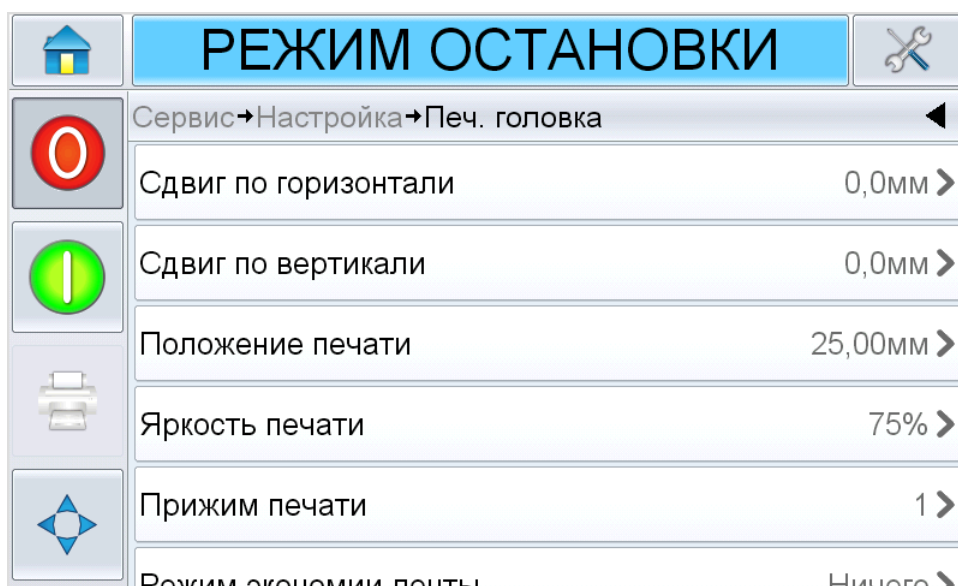

Рис. 6-9: Страница установки печатающей головки для применения в прерывистом режиме
Рисунок 6-9 отображает страницу установки печатающей головки для принтеров, которые были установлены для работы на упаковочных машинах в прерывистом режиме (печатают только когда материал для печати находится в неподвижном состоянии).
Рисунок 6-9 отображает страницу установки печатающей головки для принтеров, которые были установлены для работы на упаковочных машинах в непрерывном режиме (печатают, когда материал для печати находится в движении).
1. Перейдите в *Сервис > Настройка > Печатающая головка*. Откроется экран печатающая головка (Рисунок 6-9 на странице 6-12).